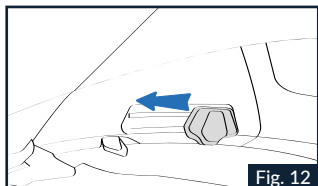

Fig. 12
1.1 Per attivare il VPS, azionare il cursore come in Fig.12 fino a sentire lo scatto che conferma il desiderato posizionamento del VPS. Il VPS è regolabile in una serie di posizioni intermedie al fine di garantire il miglior comfort per l'utilizzatore in relazione alle condizioni di utilizzo.
3.1. Aprire la mentoniera del casco e abbassare completamente il VPS (vedi istruzioni precedenti). (Fig.12).
4.1 Aprire la mentoniera del casco e azionare il cursore laterale fino a fine corsa (vedi istruzioni precedenti) (Fig.12).